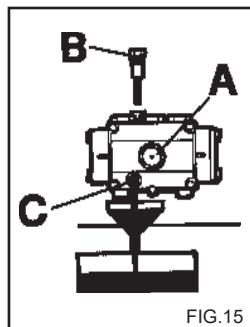

FIG.15
2) Skruva ur locket med oljestickan (fig. 15).